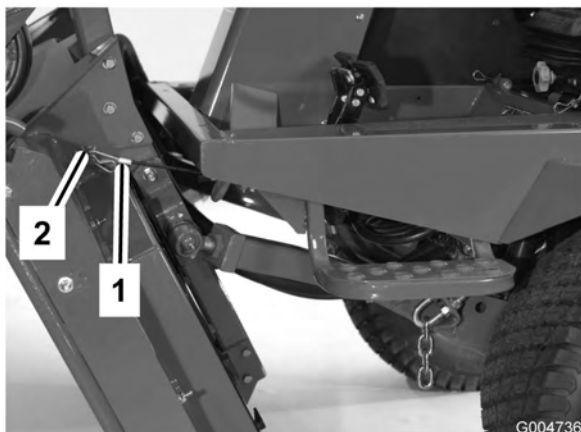

Figura 85
6. Mantenha a unidade na vertical, coloque a extremidade do cabo sobre o pino no braço de elevação da unidade de corte e fixe com o pino de segurança (Figura 85).